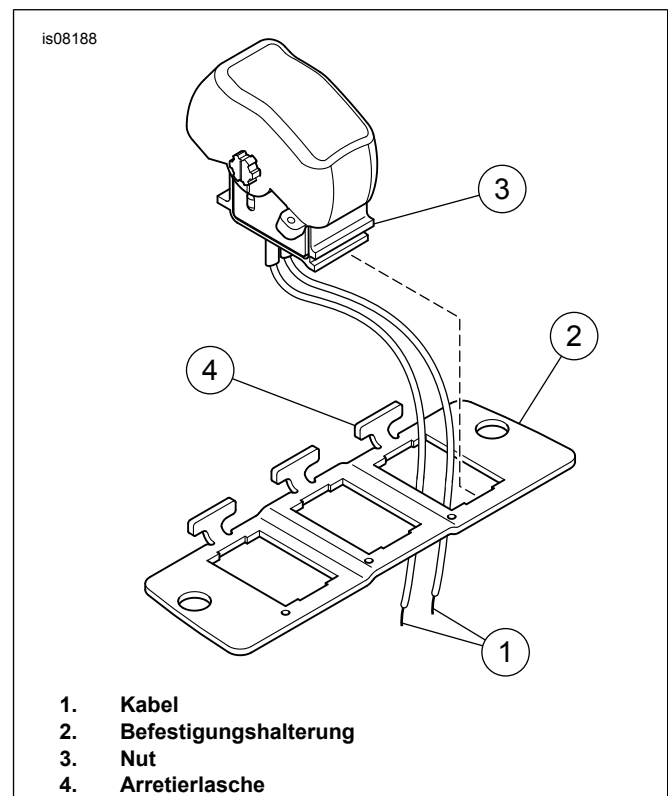

Abbildung 1. Kippschalter in Befestigungshalterung einbauen
6. Siehe Abbildung 1. Die Schalterkabel (1) durch die Öffnung in der Befestigungshalterung (2) führen, und die Nut (3) an der Unterseite des Schalters in die Kante der Öffnung gegenüber der Arretierlasche (4) einrasten. Den Schalter in die Öffnung einsetzen.